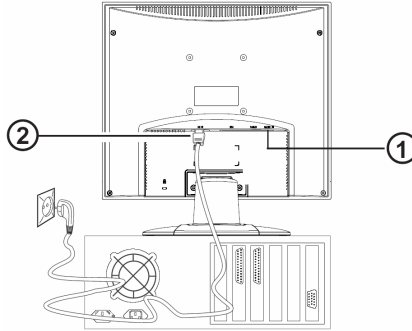

Figure 3. Connexion du moniteur à l'alimentation
Si votre PC dispose d'une sortie Audio, connecter le câble fourni à votre moniteur d'un côté et à votre PC de l'autre (① in fig. 3) à la sortie Line Out de votre carte son.
Connecter le câble alimentation (② in fig. 3) du moniteur à une multiprise électrique disposant d'une prise de terre.